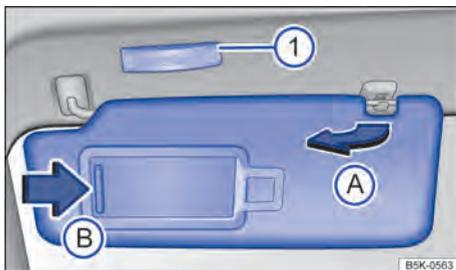

Fig. 109 No revestimento do teto dianteiro: para-sol.
- Retirar do suporte e virar na direção das portas → Fig. 109 **A**.
No para-sol rebatido para baixo encontra-se um espelho de cortesia atrás de uma cobertura. Ao abrir a cobertura → Fig. 109 **B**, uma lanterna → Fig. 109 **1** se acende.